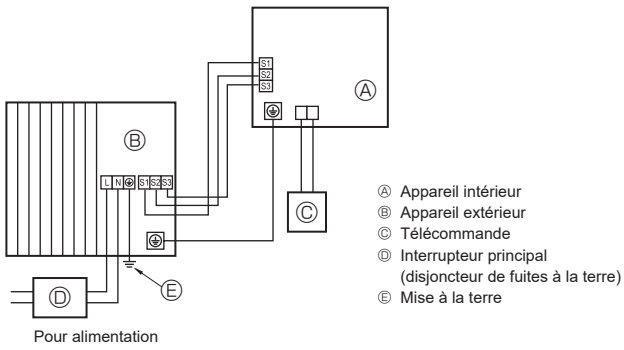
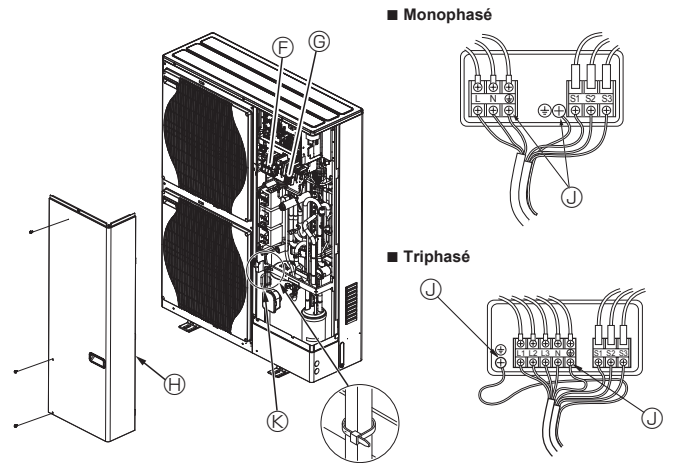

Fig. 5-1
Fig. 5-2
### 5.1. Appareil extérieur (Fig. 5-1, Fig. 5-2)
- ① Retirer le panneau de service.
- ② Effectuer le câblage conformément aux Fig. 5-1 et Fig. 5-2.